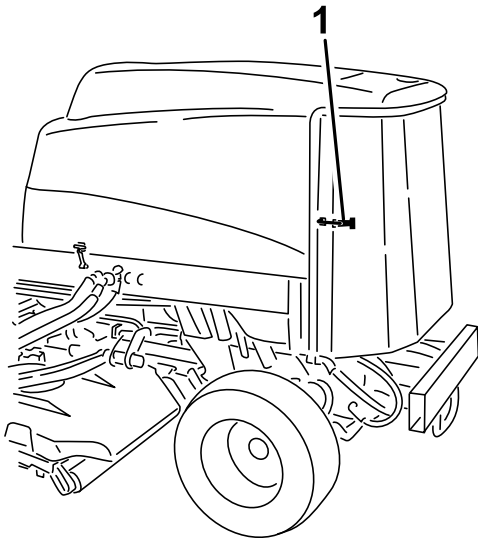

Figura 90
2. Destranque e abra o painel traseiro (Figura 90).